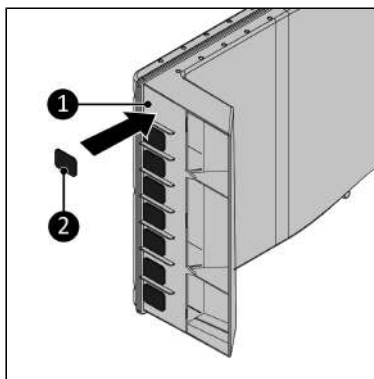

Figure 158.
3. Collez les huit mousses antidérapantes de 30 x 24 mm (Figure 158, pos. 2) aux 8 emplacements à l'avant du Window Way-out (Figure 158, pos. 1).